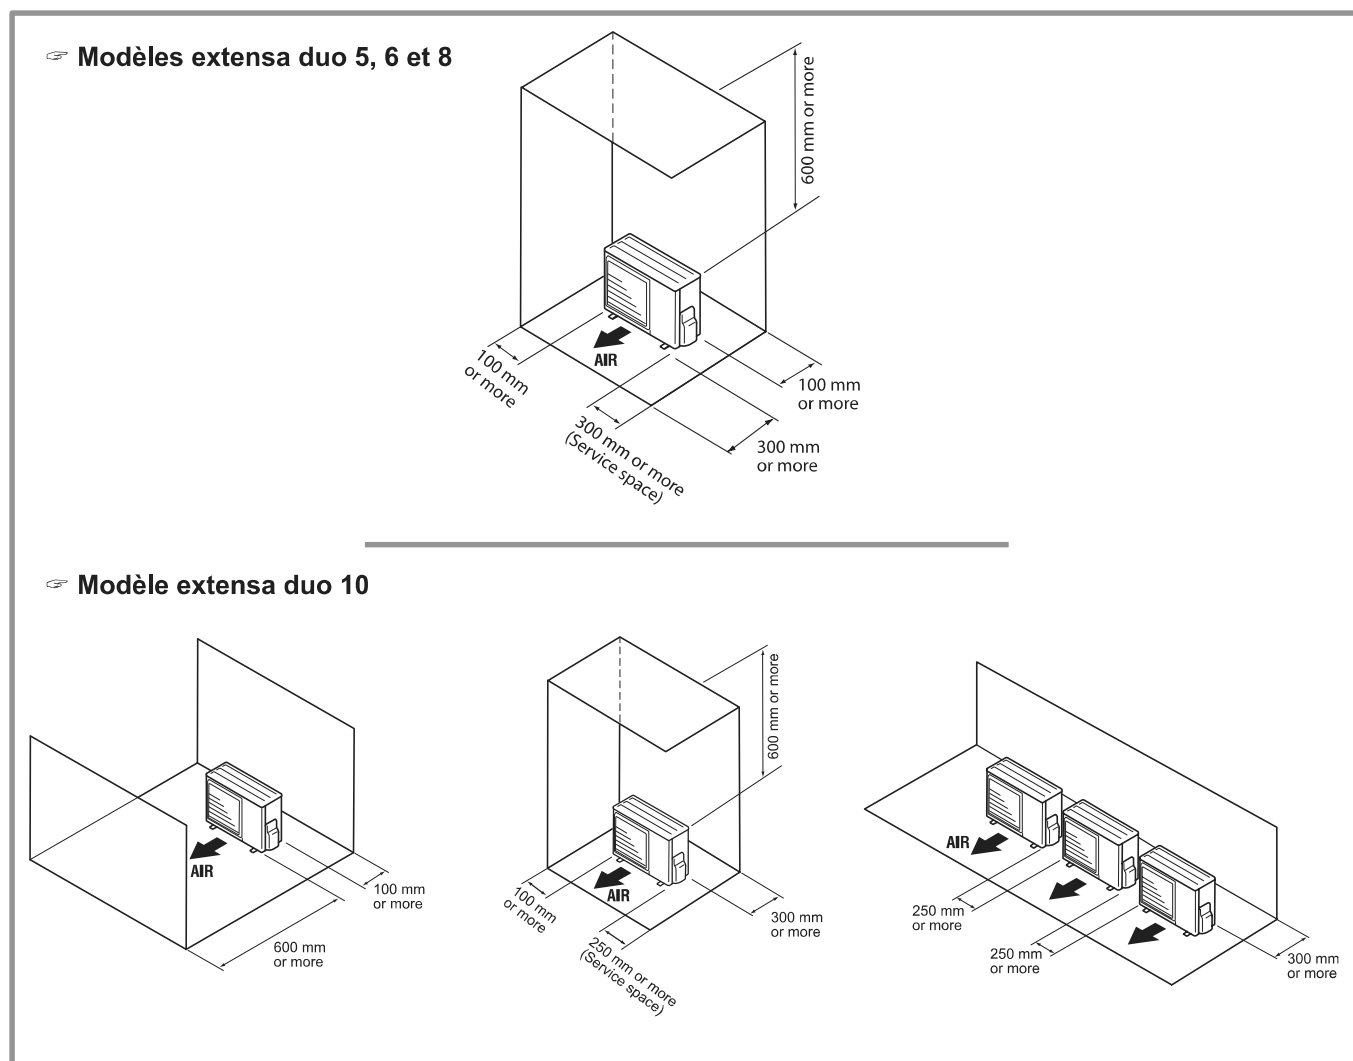

figure 12 - Dégagements minimum d'installation autour de l'unité extérieure (tous modèles)
- ☞ **L'unité extérieure doit exclusivement être installée à l'extérieur (dehors). Si un abri est requis, il doit comporter de larges ouvertures sur les 4 faces et respecter les dégagements d'installation (figure 12).**
- L'appareil doit être parfaitement accessible pour les travaux d'installation et de maintenance ultérieurs (figure 12).
- Aucun obstacle ne doit entraver la circulation de l'air à travers l'évaporateur et en sortie du ventilateur (figure 12).